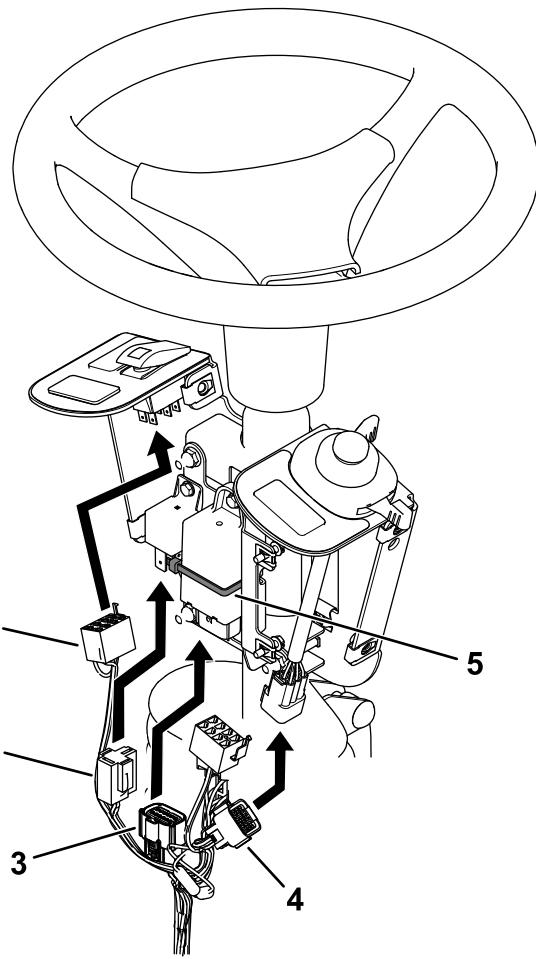

Figure 8
5. Sécurisez la centrale clignotante avec un attache-câble (Figure 8).
6. Branchez le faisceau à l'interrupteur à bascule et au commutateur multifonction (Figure 8).
7. Branchez le faisceau au relais et à la centrale clignotante (Figure 8).